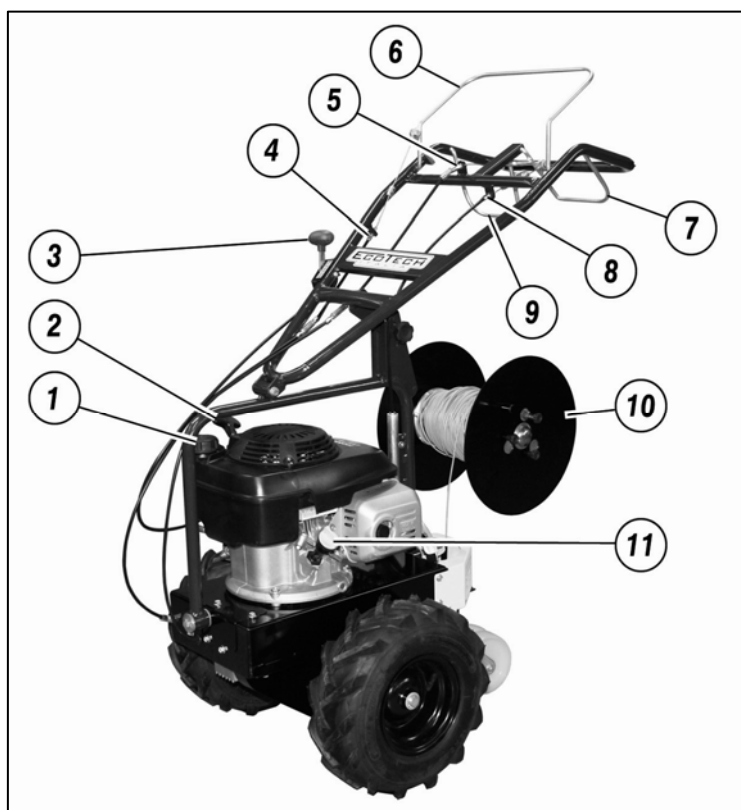

Fig.1
- Controllare che il livello dell'olio non sia sotto il minimo: svitare il tappo (fig.1 n.11), con uno straccio pulire l'asta di livello e riavvitare il tappo. Svitare nuovamente e assicurarsi che il livello sia compreso fra le due tacche di minimo e di massimo. Se il livello è sotto la soglia minima, aggiungere olio fino a ottenere il livello ottimale. (richiedere l'olio adatto al vostro rivenditore di fiducia).
- Controllare che tutte le leve siano in posizione di folle (fig.1 n.6/n.9).
- Per avviare il motore da freddo posizionare il manettino del gas (fig.1 n.3) nella posizione di START.
- Impugnare la manopola di avvio del motore (fig.1 n.2) quindi dare uno strappo energico. Attendere qualche minuto che raggiunga la temperatura d'esercizio prima di portarlo al massimo regime.
Prima di iniziare il lavoro bisogna posizionare il cavo nell'apposito avvolgitore, regolare la profondità di interrimento, legare l'estremità del cavo ad un picchetto, assicurarsi che non vi siano persone animali o cose di valore per un raggio di almeno 15 metri, quindi avviare il motore e una volta caldo portarlo è possibile iniziare il lavoro. Azionare fino in fondo la leva di innesto rotazione della fresa (fig.1 n.9), innestare fino in fondo la leva di avanzamento (fig.1 n.1) e iniziare il lavoro usando comunque la massima prudenza. Leggere attentamente la descrizione delle operazioni sotto riportate. Durante i periodi estivi o comunque in presenza di terreno secco si consiglia di annaffiare abbondantemente il prato il giorno prima di eseguire il lavoro.
LA MACCHINA NECESSITA DI UN RODAGGIO! DURANTE LA PRIMA ORA DI LAVORO LE CINGHIE SI ASSESTANO. CONTROLLARE CHE LE MOLLE DI TENSIONE LAVORINO SEMPRE IN MODO ADEGUATO (fig.1 n.4/n.5).
Per un utilizzo migliore della macchina data la varietà dei tipi di cavo e dei tipi di bobine esistenti sul mercato si consiglia di avvolgere il cavo nell'apposito raccoglitore (fig.1 n.10) utilizzando la manovella presente sul raccoglitore. È importante avvolgere il cavo in senso orario per garantire durante il lavoro un perfetto srotolamento (fig. 2). Se si vuole invece usare le bobine di cavo già avvolte, si può smontare dal raccoglitore la parete sinistra allentando i tre pomelli (fig.3) e facendo compiere alla parete una leggera rotazione, posizionare la bobina nel tubo del raccoglitore usando eventuali adattatori, quindi rimontare la parete e stringere a fondo i tre pomelli. Una volta posizionato il cavo nel raccoglitore bisogna infilare l'estremità del cavo all'interno del tubo della pinna (fig. 4) fino a farlo uscire dalla parte inferiore di alcuni centimetri.